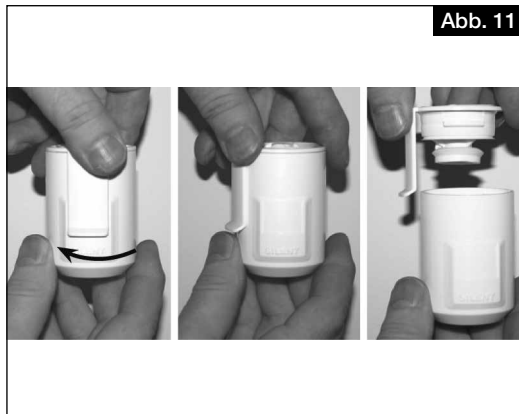

Abb. 11
1. Kugelsiphon öffnen. Hierzu das Befestigungsteil 1/4-Drehung aufdrehen (s. Abb. 11).